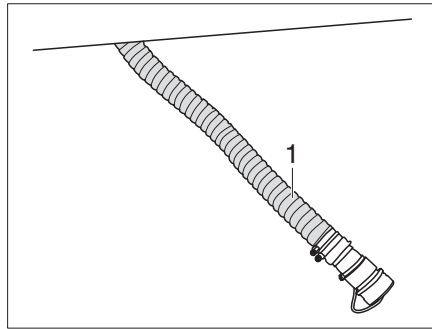

Fig. 353 Vider la cassette des toilettes avec broyeur
- Décrocher le tuyau de vidange (Fig. 353,1) sous le véhicule et l'amener jusqu'à la station de vidange.
- Laisser le tuyau de vidange (Fig. 353,1) dans la station de vidange.
- Ranger le tuyau de vidange (Fig. 353,1) sous le véhicule.